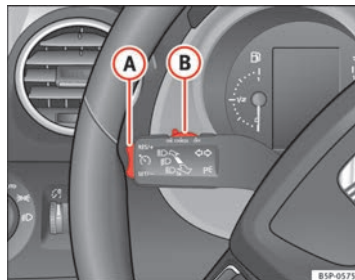

Fig. 155 Levier des clignotants et des feux de route : commande et touche basculante pour régulateur de vitesse
- Lorsque la vitesse à mémoriser est atteinte, appuyez une fois brièvement sur la partie inférieure **SET/-** de la commande à bascule ⇒ fig. 155 **A**.
- Appuyez sur la partie supérieure **RES+** de la commande à bascule ⇒ fig. 155 **(A)** pour augmenter la vitesse. Tant que vous maintenez enfoncée la commande à bascule, le véhicule accélère. Lorsque vous lâchez la commande à bascule, la nouvelle vitesse est mémorisée.
- Appuyez sur la partie inférieure de la commande à bascule **SET/-** ⇒ fig. 155 **(A)** pour réduire la vitesse. Le véhicule réduira la vitesse en décélérant automatiquement tant que la touche est enfoncée. Lorsque vous lâchez la commande à bascule, la nouvelle vitesse est mémorisée.
Si vous diminuez la vitesse mémorisée en appuyant sur la pédale de frein, le régulateur se désactive. Vous pouvez réactiver le régulateur en appuyant une seule fois sur la partie supérieure **RES/+** de la commande à bascule ⇒ fig. 155 **(A)**.